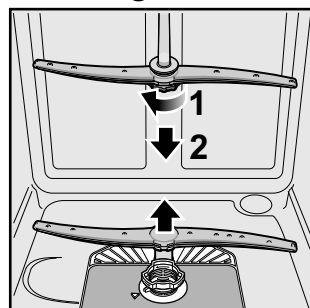

Figure 12
- Dévisser le bras gicleur supérieur. Voir **Figure 12**.